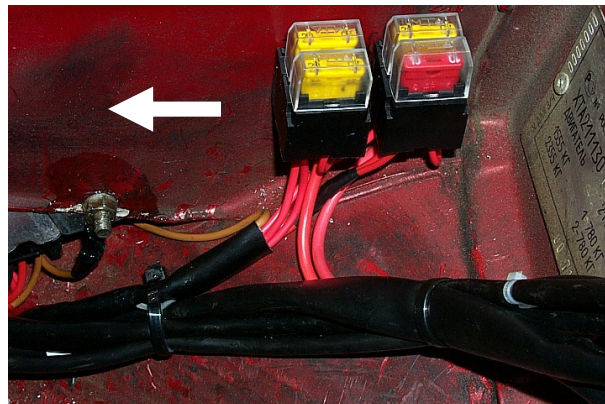

Рис.13
- закрепить держатели колодки предохранителей "Webasto" винтами саморезами на правом крыле (Рис. 13)